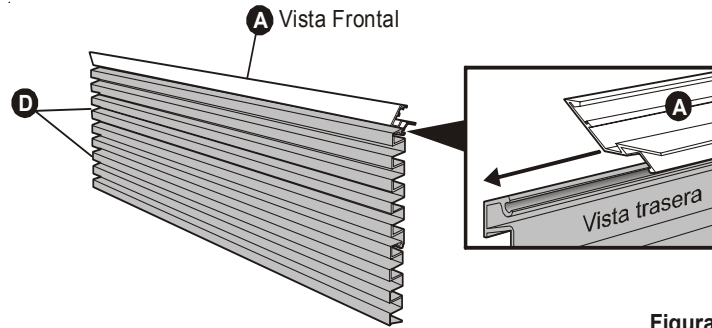

Figura 2
- Deslice 1 rejilla superior (D) en la moldura superior (A). Deslice la segunda rejilla superior (D) en la primera rejilla superior (D). Vea la figura 2. Una con cinta adhesiva para evitar que las piezas se deslicen.